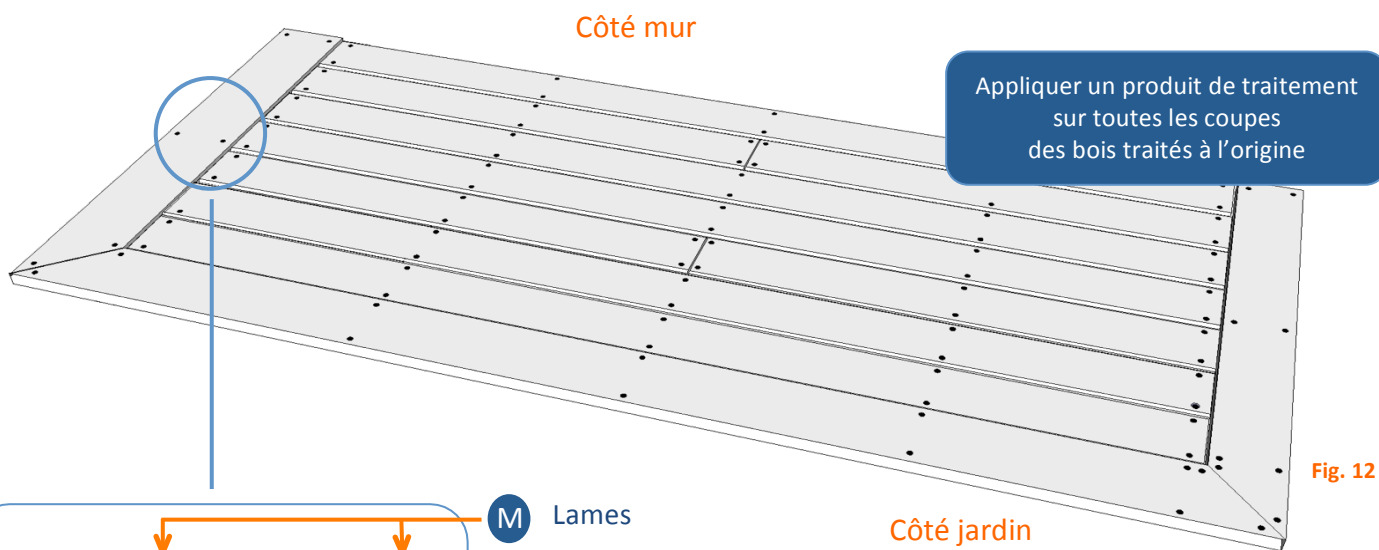
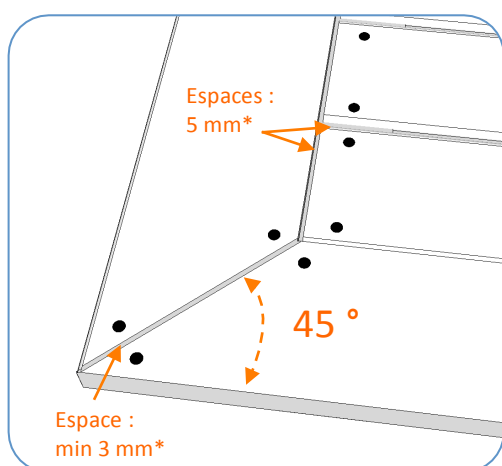

Fig. 12
Fig. 14
- **Couper** les lames de bordure à angles de 45° à l'aide de votre scie circulaire (Fig. 12 & Fig. 14).
- **Commencer par poser** la lame de bordure « côté jardin » (Fig. 12).
- Ensuite, **répéter** ainsi de suite pour **fixer** les lames des côtés gauche et droit de votre terrasse (Fig. 12).